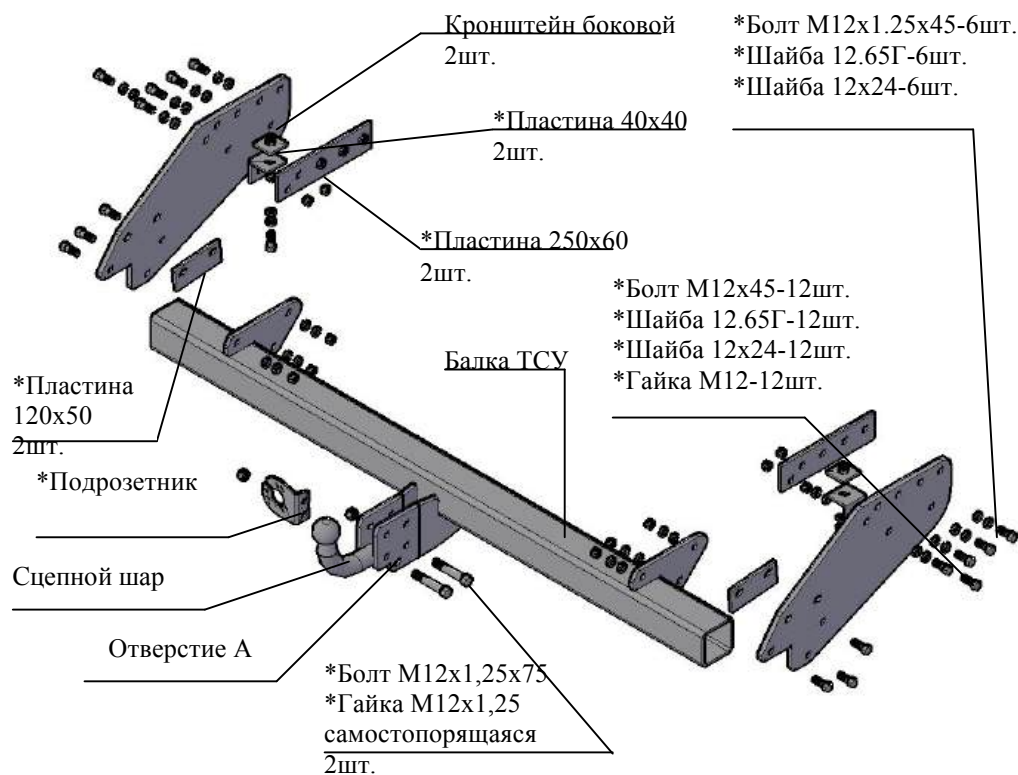

Рис.1 Тягово-цепное устройство 7112
2.1 ТСУ 7112 в сборе (рис.1)	1 шт.
2.2 Пакет с комплектующими (см. рис.1)	1 шт.